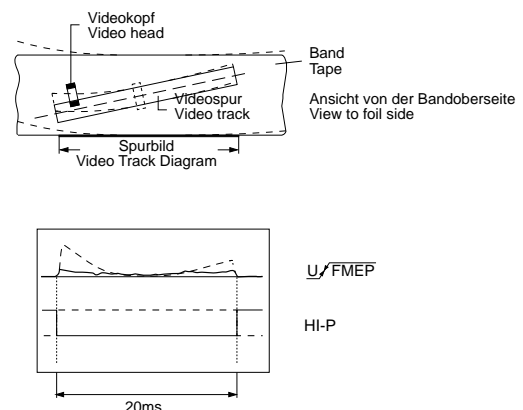

Fig. 24
- Einstellung: Durch Justieren der Umlenkrolle des linken und rechten Fädelschlittens (Pos. 23 und Pos. 26) mit dem Einstellschraubendreher das FM-Hüllkurve Bild $\underline{U}/\text{FM}\overline{\text{EP}}$ auf geraden Verlauf und minimale Abweichung einstellen (Fig. 24).
- Adjustment: With the adjustment screw driver set the reverse roller of the left and right threading roller units (Pos. 23 and Pos. 26) to make the FM Envelope Picture $\underline{U}/\text{FM}\overline{\text{EP}}$ as straight and flat as possible (Fig. 24).